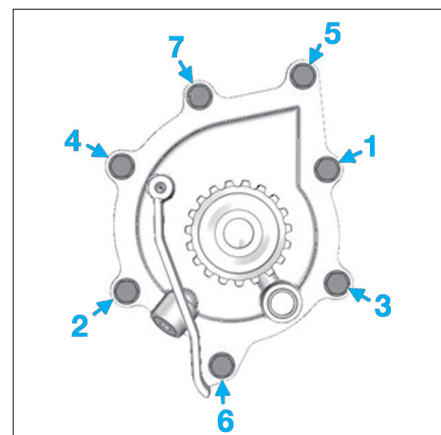

Fig. 21
- Respecter l'ordre de serrage (Fig.21).